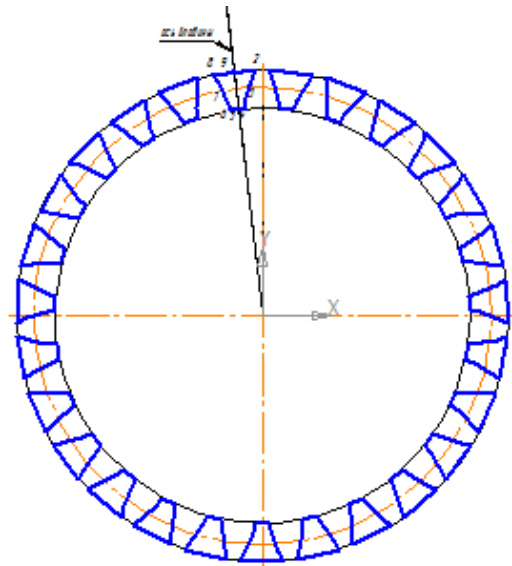

Рис.11
- замкнутый контур впадины зубчатого венца **2-3-4-5-6-7-8-9-2** равномерно скопировать **по окружности** с числом копий соответствующим числу впадин (или зубьев), в рассматриваемом примере их **27**. (Рис.11).